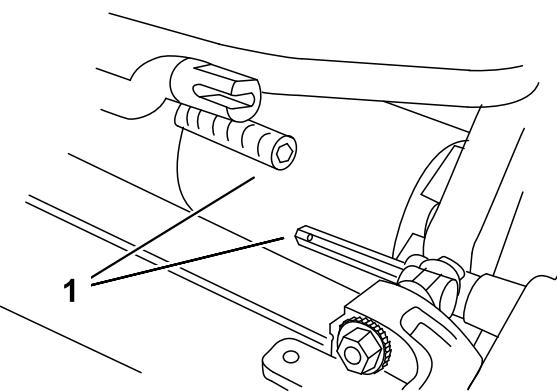

Figura 4
3. Spingete l'apparato di taglio sotto la trattice e a sinistra per innestare il giunto di trasmissione (Figura 4).